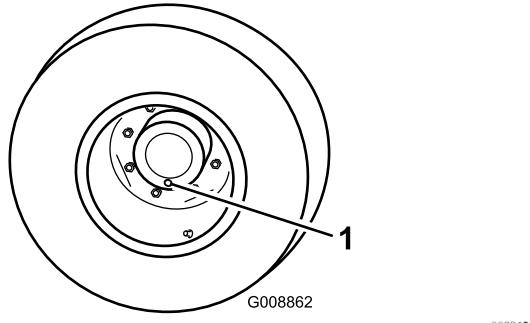

図 53
1. 平らな場所で、点検/ドレンプラグが一番低い位置時計の6時の位置に来るよう停止させる図 53。